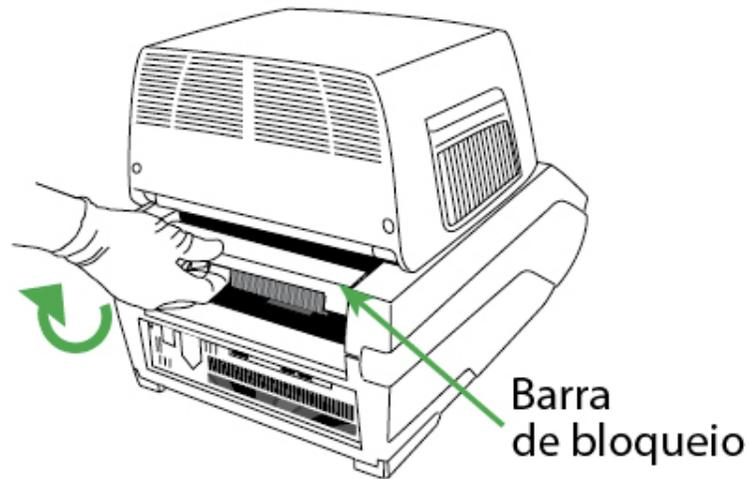

Figura 5. Bloqueio do módulo óptico no devido lugar.
4. Puxe para cima a barra de bloqueio do termociclador C1000 até ficar nivelada com os lados do compartimento do módulo. Esta acção desloca o módulo para a frente, fixando-o no devido lugar (Figura 5).